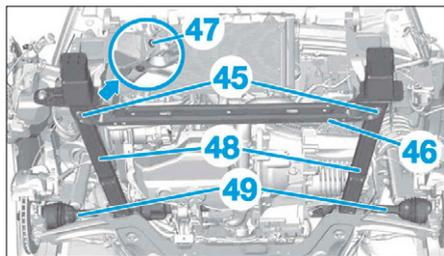

FIG. 111
- les 2 vis (45) (Fig.111),
- la traverse inférieure (46),
- les 2 vis (47),
- les allonges de berceau (48),
- les transmissions (49).